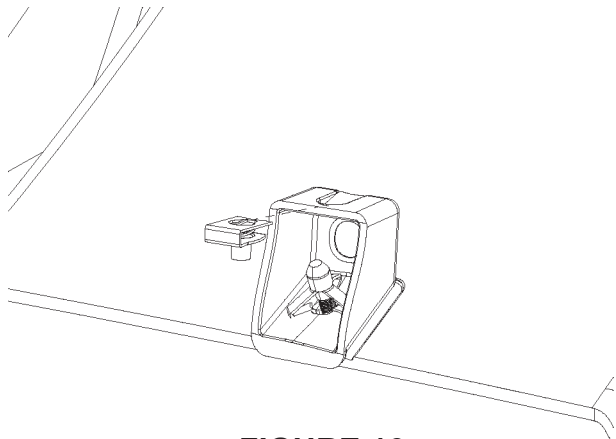

FIGURE 16
26. Fixer l'écrou en U (de l'étape 11) aux 4 supports au centre. Mettre de côté. Se reporter à la Figure 16.